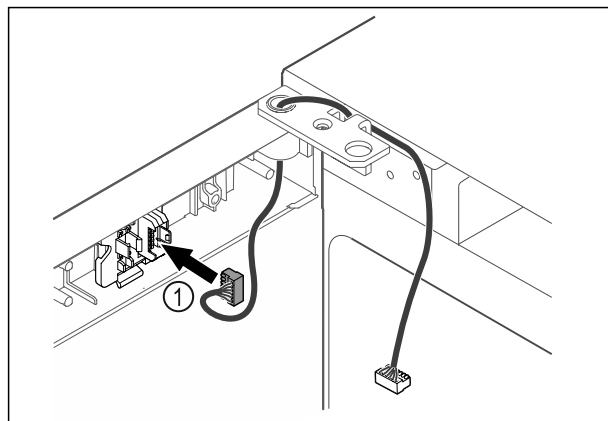

Fig. 62
- Stekker Fig. 62 (1) in stekkerhouder steken.